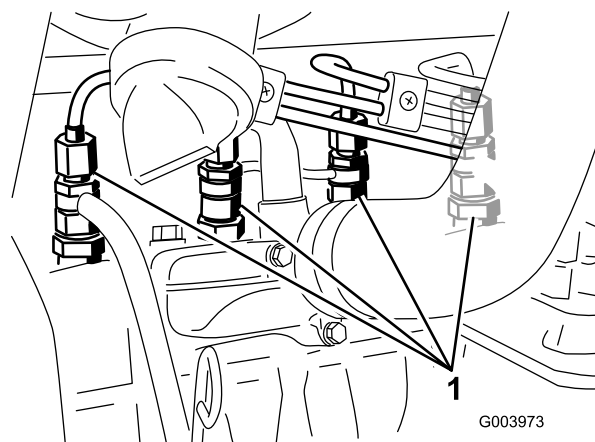

Figura 31
1. Afloje la conexión entre el tubo y el conjunto de boquilla y soporte N° 1 (Figura 31).